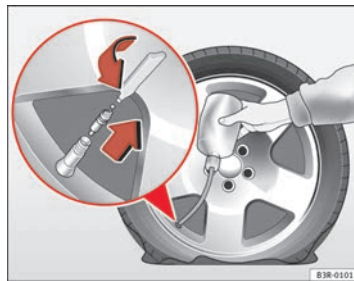

Fig. 199 Riparazione
- Svitare il cappuccio parapolvere della valvola del pneumatico e, servendosi dell'apposito estrattore, rimuovere l'elemento di tenuta della valvola ⇒ pag. 273, fig. 199.